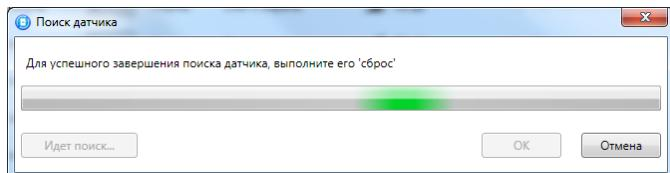

Рис. 7.9. Регистрация радиоизвещателя
- 6.4. После нажатия кнопки *OK* в течение 30 секунд будет осуществляться поиск радиоизвещателя контроллером (рис. 7.9). В течение этого времени необходимо **установить в радиоизвещатель основной элемент питания CR123A**.